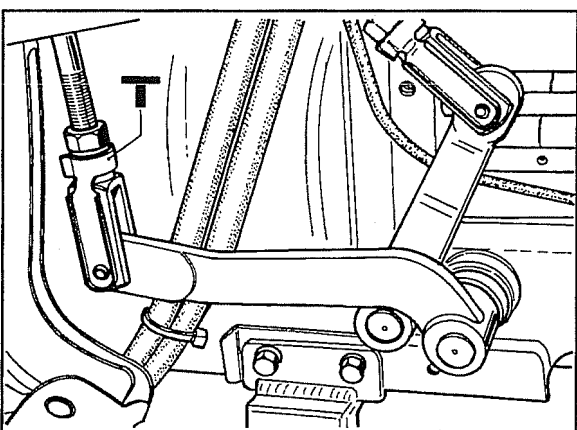
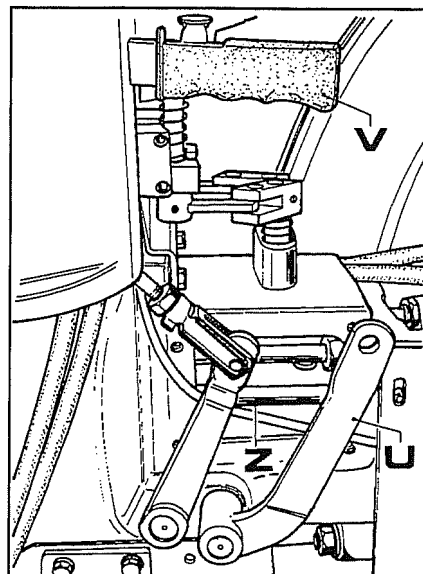
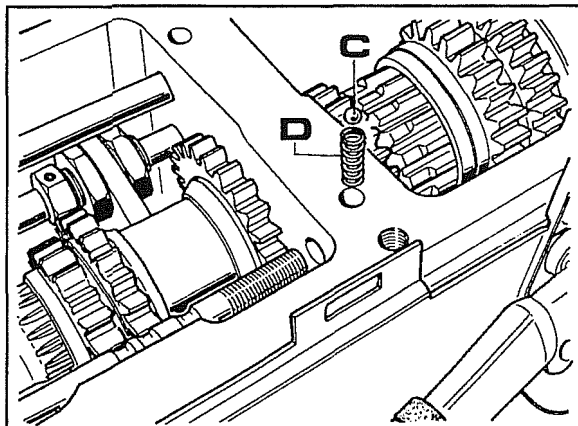
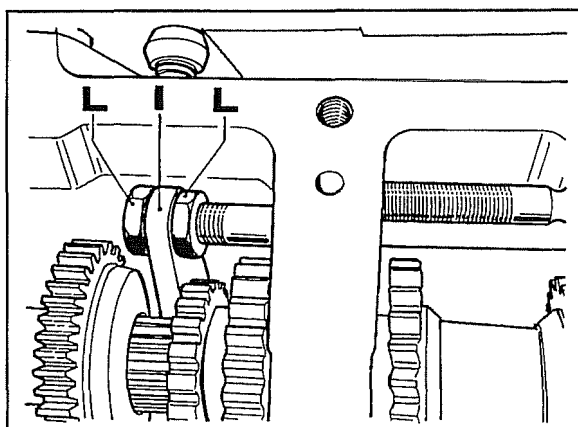

Fig. 9
Fig. 10
Fig. 11
Fig. 13
- 3 Scollegare il comando pedale frizione tramite la forcella **T** fig.9 e ruotarlo tutto indietro come illustrato in **U** di fig.10.
- 4 Innestare la frizione presa di forza (P.T.O.), sollevando al massimo la leva **V** fig.10.
- 5 Rendere libera l'asta **Z** fig.10 tramite i dadi **L** fig.13, quindi sfilarla in avanti fino alla fuoriuscita della sfera **C** e molla **D** fig.11.
- Rimontare il manicotto **S** fig.8 quindi rimontare la forcetta **I** e registrarla tramite i dadi **L** fig.13 nel modo sotto indicato: